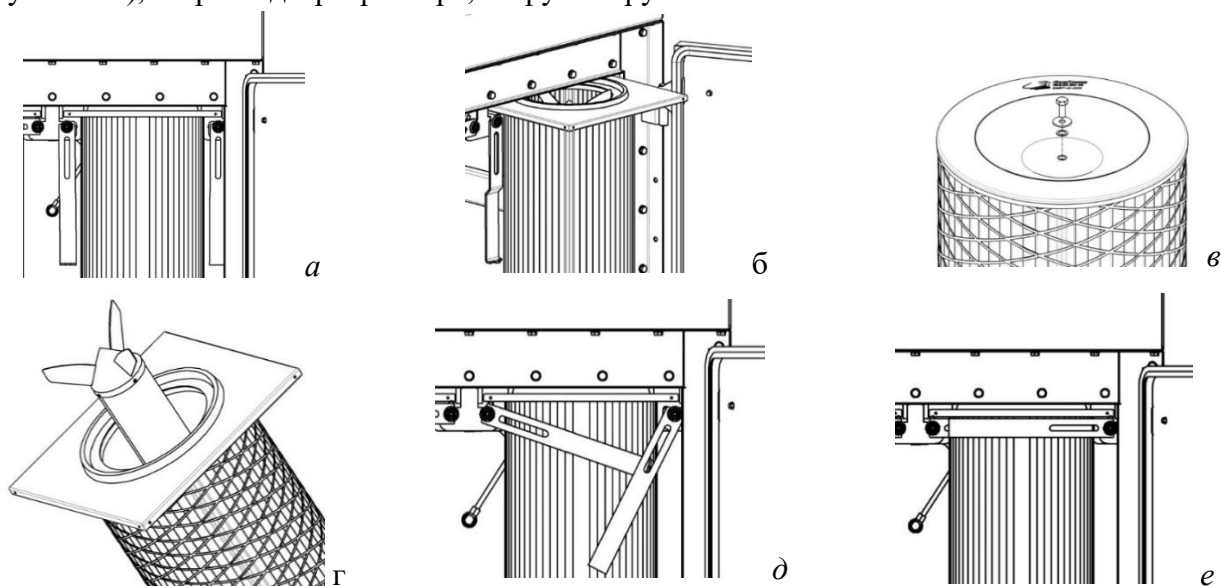

Рисунок 17
1) открыть дверь фильтра, предварительно открутив ручки, повернуть рычаги в положение «открыто», как показано на рисунке 17а, вытащить картриджи (рисунок 17б);
2) открутить на нижней крышке картриджа болт М8х20 и снять вместе с шайбами, извлечь обтекатель (рисунок 17, в, г), повторить процедуру для оставшихся картриджами;
4) взять новый картридж, поместить в него демонтируемый из старого картриджа обтекатель, закрепить его болтом М8х20 с шайбами, повторить действия для оставшихся картриджами, установить картриджи в фильтр, повернуть рычаги в положение «закрыто» (рисунок 17е), закрыть дверь фильтра, закрутить ручки.